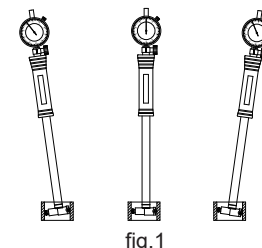

fig.1
(3)Impostare lo zero (come ad esempio il calibro ad anello): Inserire il calibro ad alesaggio nell'anello di regolazione e far oscillare il calibro ad alesaggio (fig.1), per trovare il "punto di svolta" della lancetta. Allentare la vite di bloccaggio della lunetta e ruotare la lunetta per far coincidere la "linea dello zero" con il "punto di svolta", quindi serrare la vite di bloccaggio della lunetta. Far oscillare più volte il calibro per alesaggio per assicurarsi che la "linea di zero" coincida con il "punto di rotazione".